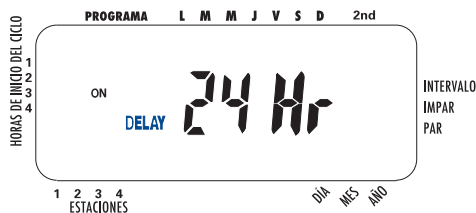

Figura 8: Pantalla LCD con retardo por lluvia
2. Presione el botón **RETARDO POR LLUVIA** para retardar automáticamente 24 horas el riego. [Ver Figura 8]